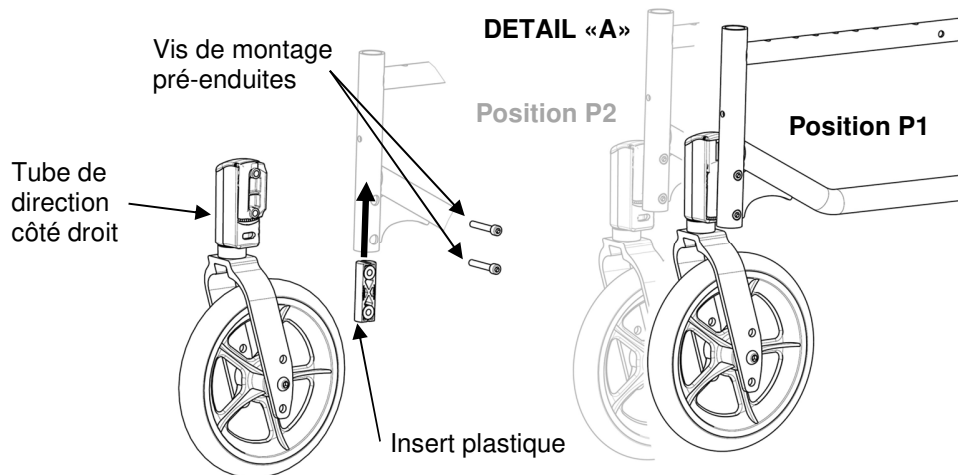

FIGURE 5.12 Réglage en hauteur du tube de direction
REMARQUE : pour cette procédure, reportez-vous à la FIGURE 5.12.
2. Positionnez le tube de direction dans l'une des deux hauteurs. Reportez-vous au Détail « A » de la FIGURE 5.12.